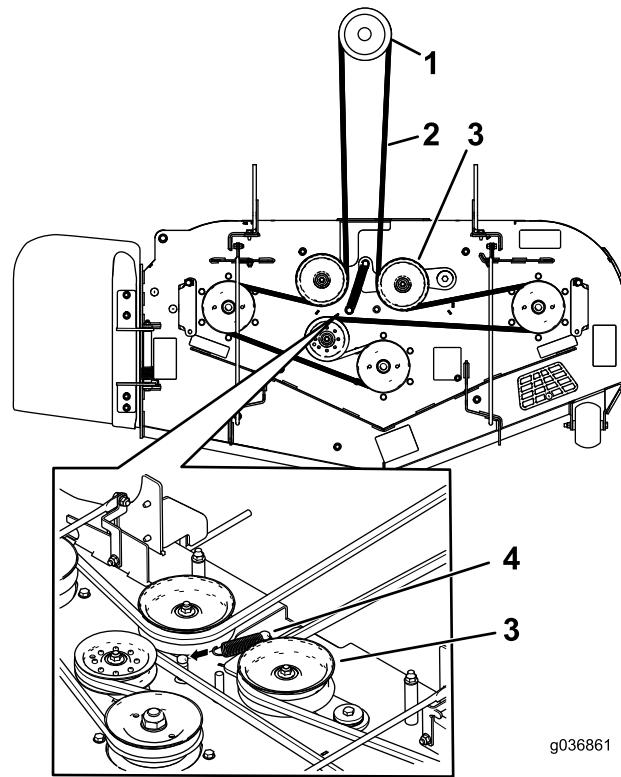
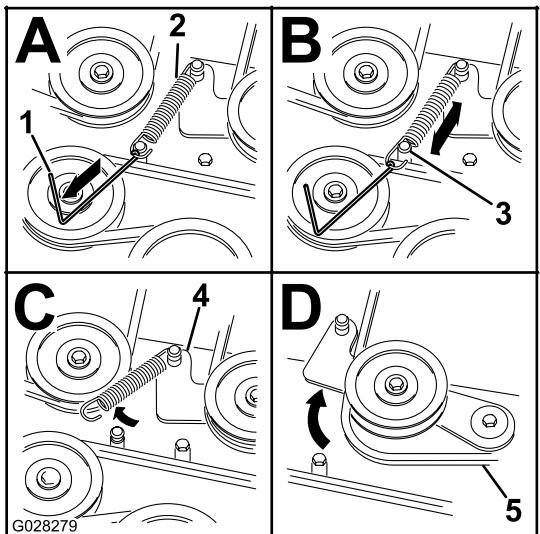
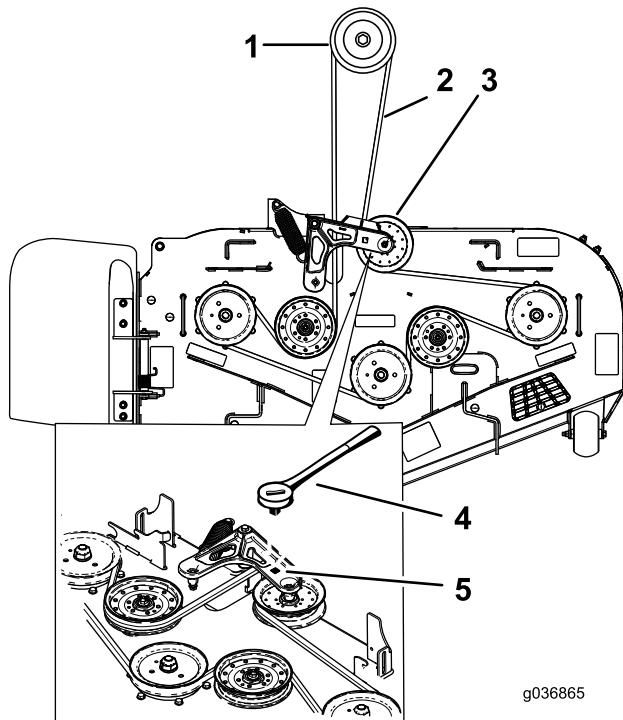

Figure 92
Figure 93
Figure 94
5. Détachez le ressort de la poulie de tension à ressort. Voir Figure 93 ou Figure 94.
Remarque: Pour les tabliers de coupe des tondeuses séries 1500 et 2000, utilisez l'outil de dépose du ressort (réf. Toro 92-5771) pour décrocher l'ergot du tablier de coupe (Figure 93).
Remarque: Pour les tabliers de coupe des tondeuses série 2500, insérez un rochet dans le trou carré du bras de tension pour détendre le ressort de la poulie de tension (Figure 94).
7. Acheminez la courroie neuve autour des poulies du tablier de coupe et de la poulie d'embrayage, sous le moteur (Figure 92 ou Figure 94).
| 8. Montez le ressort de la poulie de tension (Figure 92 ou Figure 94). | |